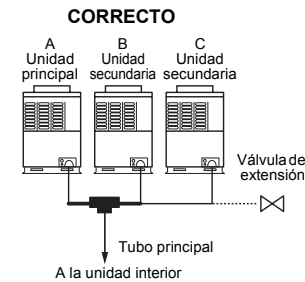

Figura 2
- Sin embargo, tal como se muestra en la ilustración de abajo, la bifurcación en forma de T que se vende por separado puede conectarse al tubo principal dentro de la tubería indicada con una línea en negrita en la ilustración siguiente. (Figura 2)